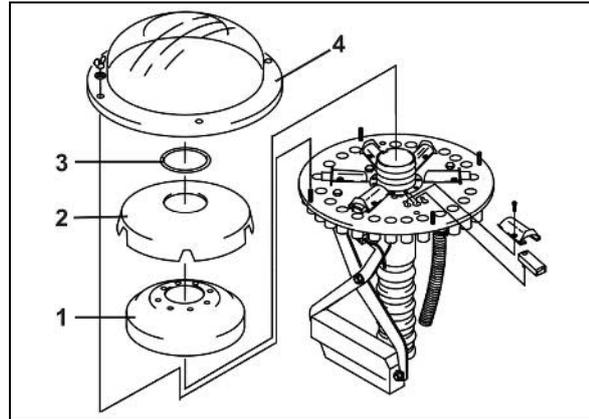

Fig. 145
12. Montez la garniture en mousse (Fig. 145 / 1)
13. Montez le capot intérieur du distributeur (Fig. 145 / 2)
14. Montez la bague (Fig. 145 / 3)
15. Montez le capot extérieur du distributeur (Fig. 145 / 4)